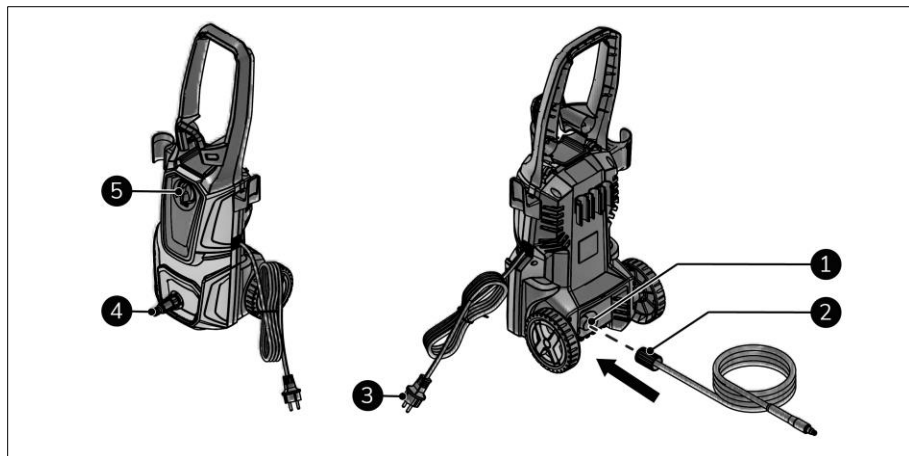

Figure 9
2. Assurez-vous que le commutateur MARCHE(1) / ARRÊT(0) est en position ARRÊT(0) (figure 9, pos. 5).
3. Insérez la fiche d'alimentation (figure 9, pos. 3) dans une prise reliée à la terre et facilement accessible.
4. Uniquement pour la première utilisation : retirez le couvercle protecteur de sortie d'eau à haute pression (figure 9, pos. 1).
5. Vissez le tuyau haute pression (figure 9, pos. 2) à la sortie d'eau haute pression.
6. Raccordez l'alimentation en eau à l'appareil (figure 9, pos. 4).